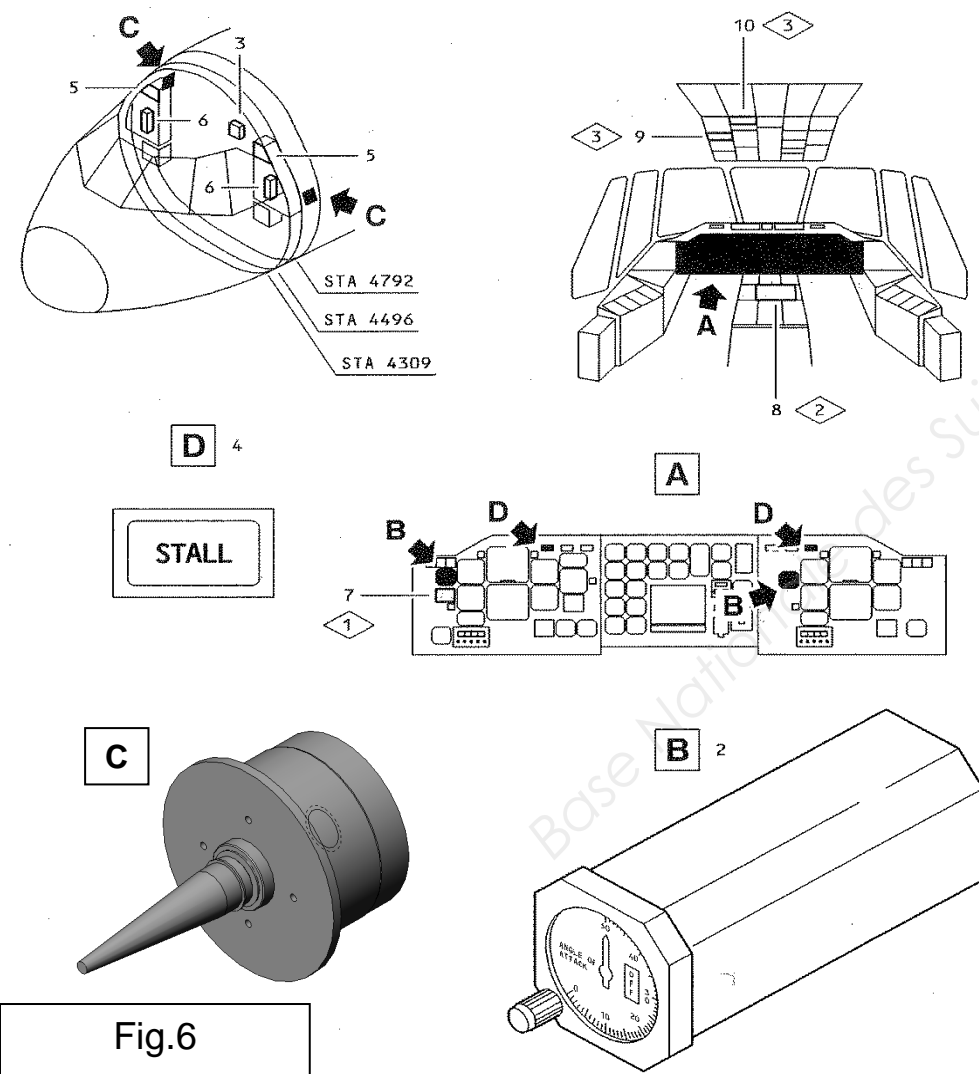

Fig.6
a) Description du système (Figure 6 page 7), (planche page 10)